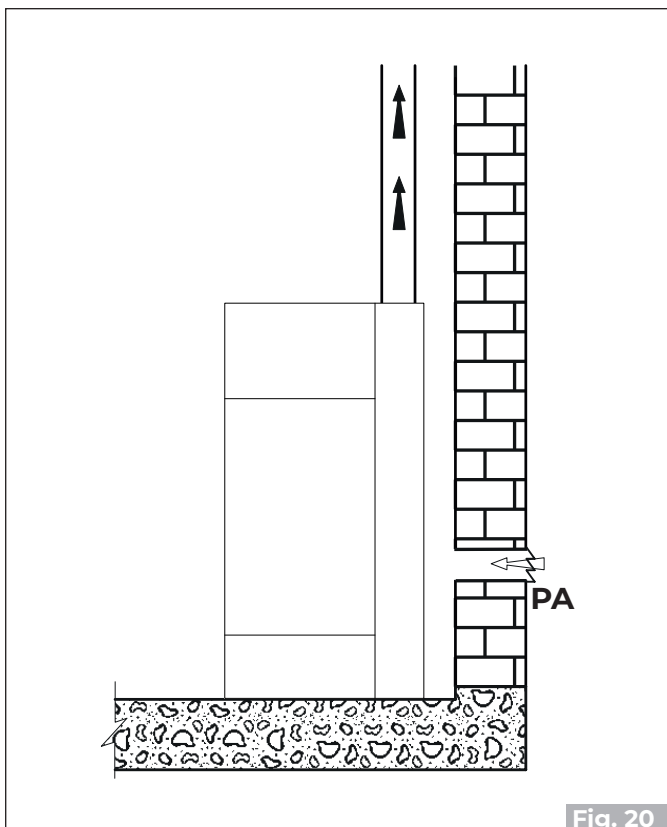
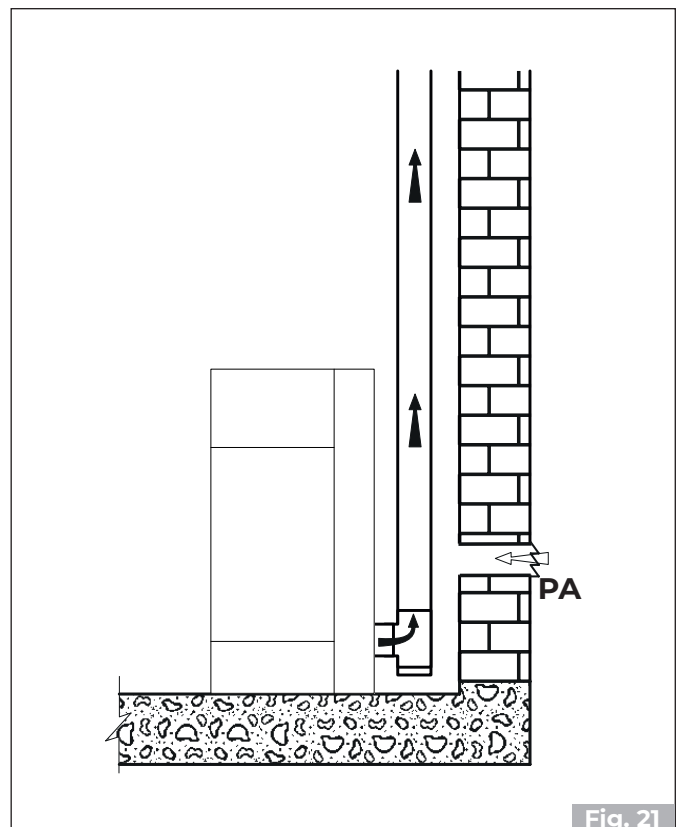

Fig. 20
Fig. 21
- aus der Installationsumgebung oder aus geeigneten Nebenräumen kommen (**Fig. 20 - Fig. 21**)
Den Lufteinlass an der Wand vornehmen (**Fig. 20 e Fig. 21 - PA = Lufteinlass**), und lassen Sie das Gerät frei, um Luft in den Raum anzusaugen. Achten Sie darauf, das Wellrohr an das Lufteinlassrohr, falls vorhanden, anzuschließen, befestigen Sie es mit der Schelle und biegen Sie es leicht nach unten, um mögliche Resonanzeffekte zu vermeiden.